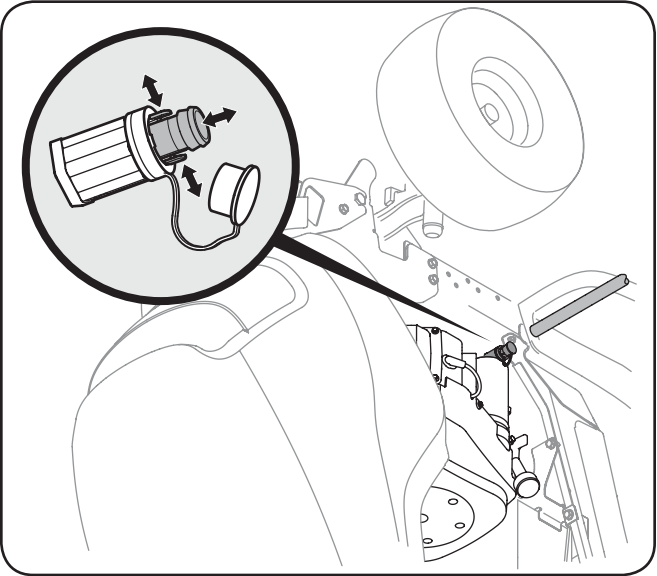

Figure 6-1
- la Figure 6-1.
- Pincez les languettes sur la soupape de vidange d'huile, puis tirez pour commencer à vidanger l'huile. Voir la Figure 6-1